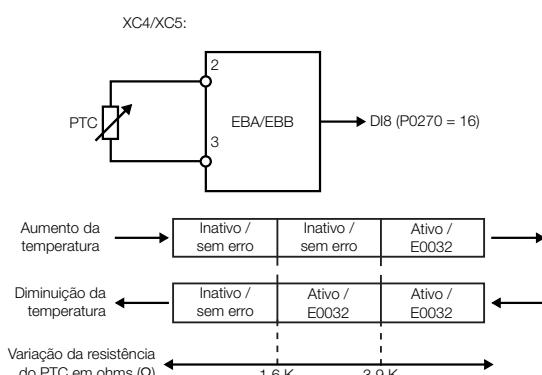
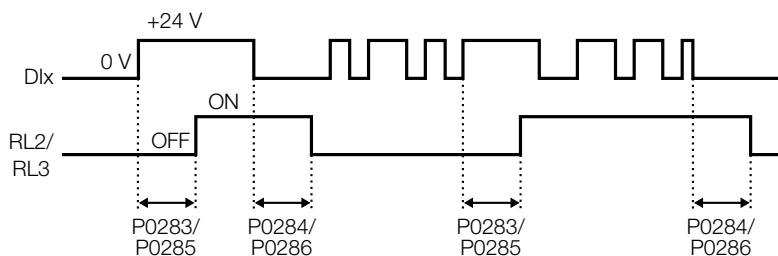

Figura 5.32: DI8 como PTC
Figura 5.34: Funcionamento da função temporizador RL2 e RL3
- Consulte a Tabela 5.43 na página 5-57, a Figura 5.32 na página 5-55 e a Figura 5.34 na página 5-56 para mais detalhes referentes às funções das entradas digitais.
- A função ‘**Temporizador RL2 e RL3**’, trata-se de um temporizador para ativar e desativar os relés 2 e 3 (RL2 e RL3). Quando programado em alguma DLx a função de temporização dos relés 2 e 3, e for efetuada a transição de 0 V para 24 V, o relé programado será ativado de acordo com o tempo ajustado em P0283 (RL2) ou P0285 (RL3). Quando ocorrer a transição de 24 V para 0 V, o relé programado será desativado de acordo com o tempo ajustado em P0284 (RL2) ou P0286 (RL3). Após a transição da DLx, para ativar ou desativar o relé programado, é necessário que a DLx permaneça em on/off pelo menos o tempo ajustado nos parâmetros P0283/P0285 e P0284/P0286. Caso contrário o temporizador será resetado. Consulte a Figura 5.34 na página 5-56. **Obs.:** Para esta função é necessário programar P0279 e/ou P0280 = 29 (Temporizador).